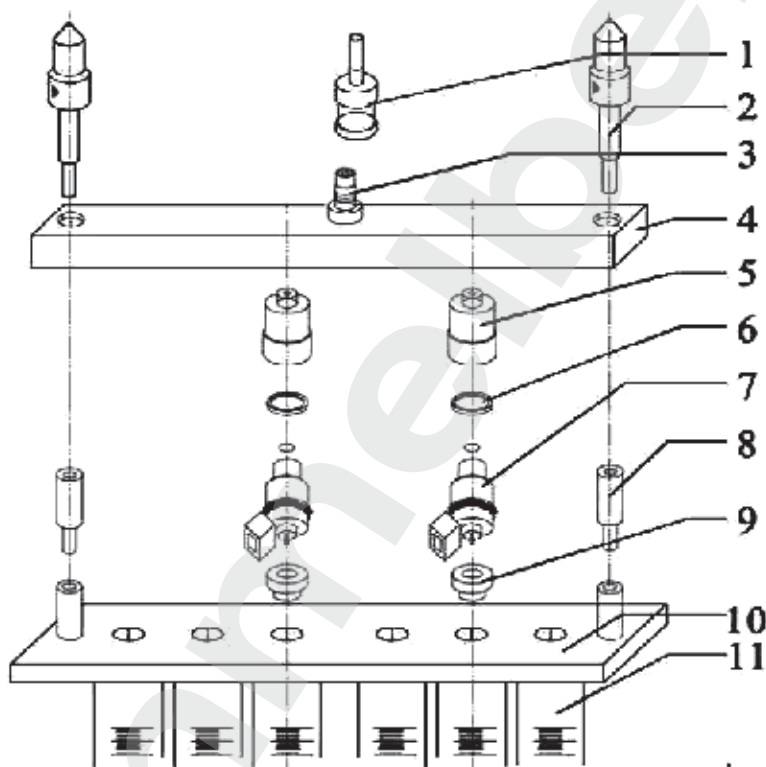

Рис. 2.4 Схема установки держателя для промывки противотоком
6.3 Установка инжектора для обратной промывки (противотоком) (рис. 2.4)
1. В соответствии с рис.2.4 установите инжекторы между топливной рампой и опорной пластиной тестовых цилиндров.
2. Затяните всю сборку с помощью винтов (2), выберите режим обратной промывки, установите давление в системе 0.25-0.3 МПа, запустите функцию при помощи джойстика → (Start/«Пуск»).